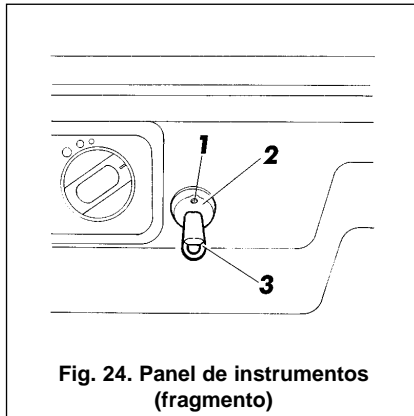

Fig. 24. Panel de instrumentos (fragmento)
El sistema antirrobo debe estar activada en caso de la preparación pre- vendible. Es importante cerciorarse de que el sistema antirrobo esté conecta- do y funcionando bien. Para ello es necesario cerrar todas las puertas del automóvil, excepto la del conductor, sentarse en el automóvil y después ce- rrar la puerta del conductor. El díodo lu- minoso 1 (fig. 24) del indicador de esta- do del sistema debe parpadear con la frecuencia de 2 veces al segundo. Acerque cualquiera de las llaves neg- ras 3 al indicador 2 – el díodo debe apagarse y, simultáneamente con esto, debe sonar la señal acústica doble del zumbador.
Para desactivar el régimen de guardia del sistema antirrobo hay que hacerlo pasar en el régimen de la «lec- tura» del código de la llave, en el cual el díodo luminoso 1 (fig. 24) parpadea con la frecuencia de 2 veces al segun- do. El paso al régimen «lectura» es posible con la ayuda de dos medios:
1. Después de abrir cualquiera de las puertas o de la conexión de corta duración de encendido (si el interruptor en la puerta está desarreglado) el inmovilizador pasa para 30 segundos en el régimen de la «lectura de código» – el diodo luminoso 1 (fig. 24) del avisador 2 parpadea con la frecuencia doble.